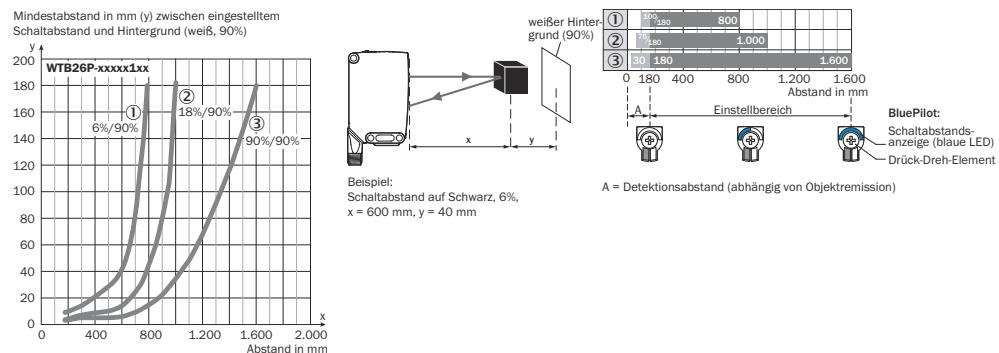

Abbildung 16: Kennlinie 1, WTB26P-xxxxx1xx, Rotlicht
Die minimale Distanz (=  $y$ ) für die Hintergrundausblendung kann aus dem Diagramm [ Abbildung 16 ①] wie folgt ermittelt werden: